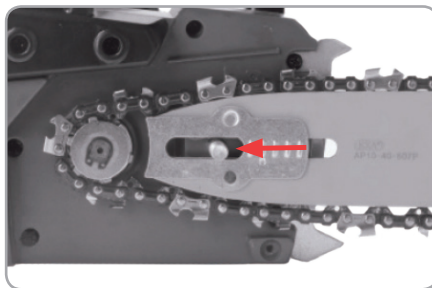

Fig.2
- Poziționați lanțul pe șina de ghidare, fixați șina de ghidare cu lanțul pe șurubul de ghidaj și introduceți lanțul peste roata de acționare a acestuia (Fig.2).